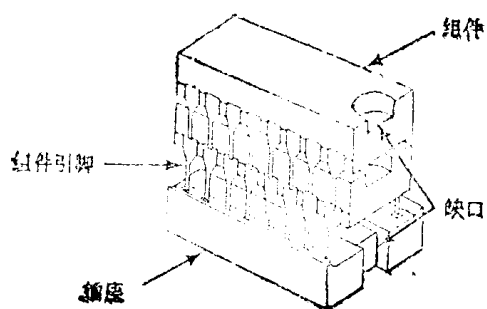

图 3.2-7
6. 将组件引脚与插座对准，然后将18个组件逐个牢固地插入插座中。每一组件有一缺口，它必须与系统板上的插座的缺口对准。(见图3.2-7)